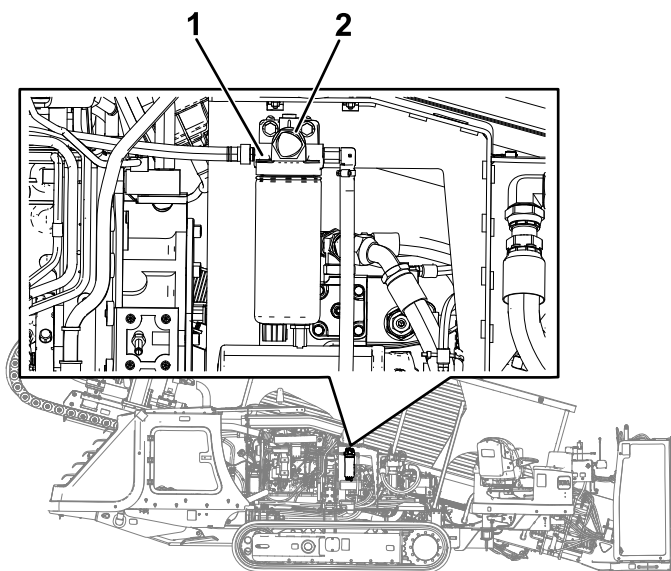

Рисунок 128
6. Найдите кнопку прокачки в верхней части переходника топливного фильтра грубой очистки (Рисунок 128).
7. Нажимайте и отпускайте кнопку прокачки повторно, пока не почувствуете сопротивление при ее нажатии (Рисунок 128).
3. Подложите чистую ветошь под топливный фильтр грубой очистки (Рисунок 128).
4. Ослабьте хомуты шлангов и отсоедините топливный фильтр грубой очистки от топливных шлангов (Рисунок 128).
6. Наденьте шланги на шланговые фитинги топливного фильтра грубой очистки и затяните хомуты шлангов (Рисунок 128).